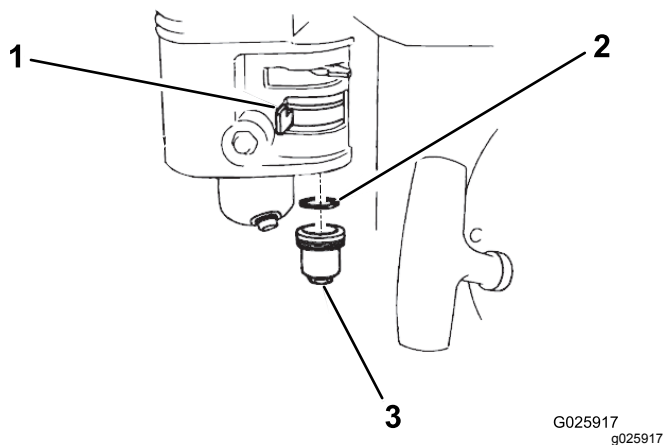

図 33
2. 燃料バルブを OFF 位置にする **図 33**。
3. 異物収集カップと O リングを外す **図 33**。
6. O リングを燃料バルブにセットし、カップを元通りに取り付ける **図 33**。異物収集カップを十分に締め付ける。